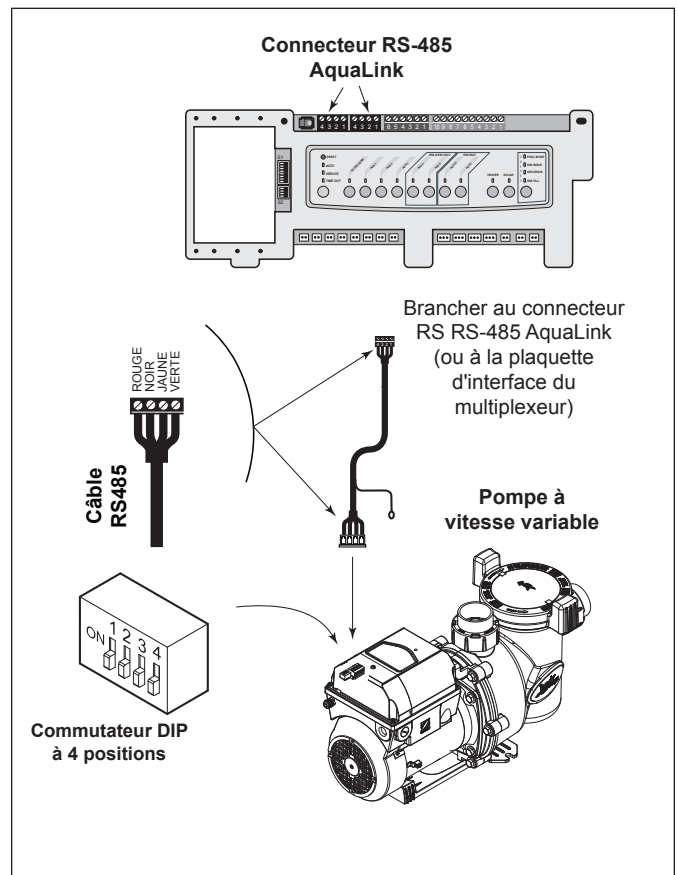

Figure 10. Câblage du régulateur RS AquaLink ou PDA AquaLink vers la pompe VS-FHP
2. Faire glisser les commutateurs 1 et 2 vers le bas, de manière à ce qu'ils soient hors tension. Voir la Figure 10.
4. Raccorder l'autre extrémité du câble à un connecteur RS-485 sur le RS AquaLink® (ou carte d'interface du multiplexeur), en faisant correspondre les couleurs de fil avec les positions du connecteur, comme suit : 1-rouge, 2-noir, 3-jaune et 4-vert. Le câble blindé pour la mise à la terre ne doit pas être utilisé à cette extrémité, toute partie du câble blindé qui dépasse doit être coupée et jetée. Voir la Figure 10.